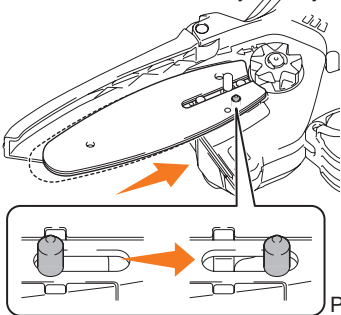

Рис. 6
- Вставьте штифт системы натяжения к звездочке до его фиксации (Рис. 6).